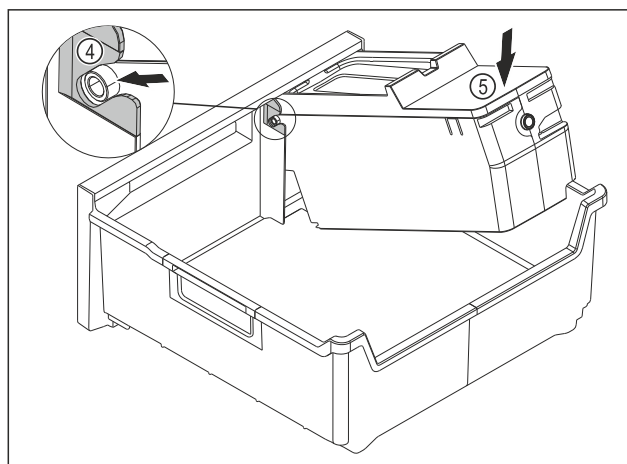

Fig. 121
- ▶ Montering af EasyTwist-Ice-legemet: Skub EasyTwist-Ice-legemets akser ind i føringerne Fig. 121 (4).
- ▶ Tryk EasyTwist-Ice-legemet Fig. 121 (5) ned bagtil.